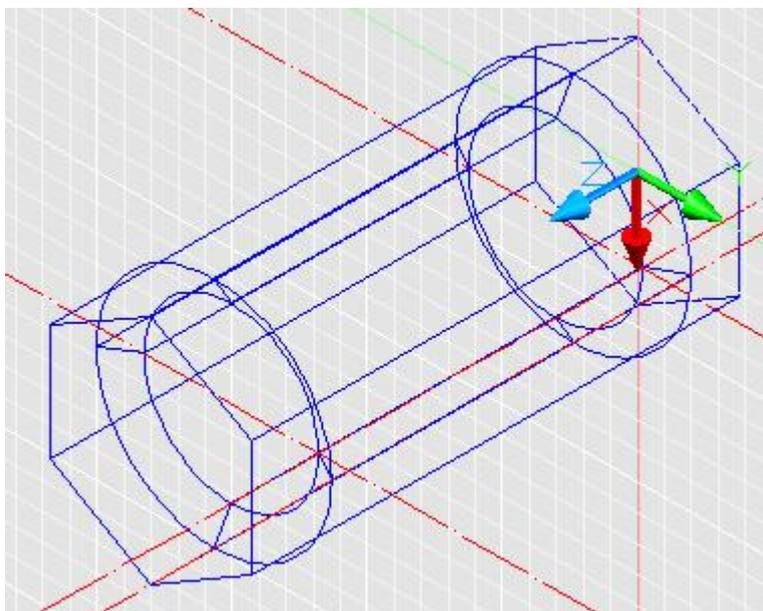

Рис.12
12. Далее получаем шестигранник. Выбираем команду  или в командной строке вводим **EXTRUDE**, по запросу выделяем шестигранник, затем указываем высоту выдавливания **180** и угол скосов **<0>**. (см. рис. 12)